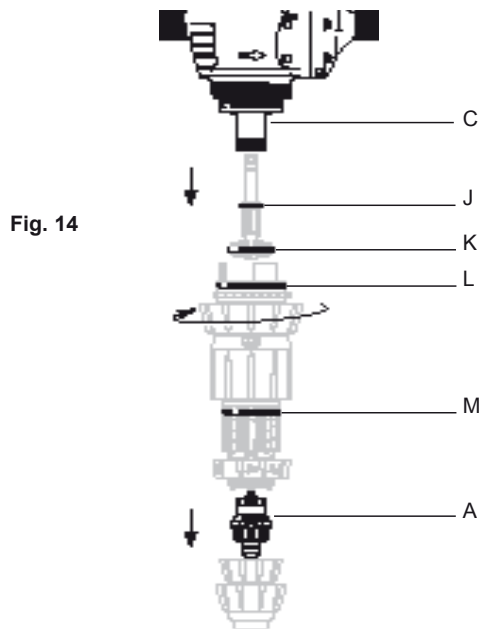

Fig. 14
- Het Isolatieonderdeel (**Fig. 14-C**), de afdichtingen (**Fig. 14-J/K/L/M**) en de terugslagklep (**Fig. 14-A**) vervangen.